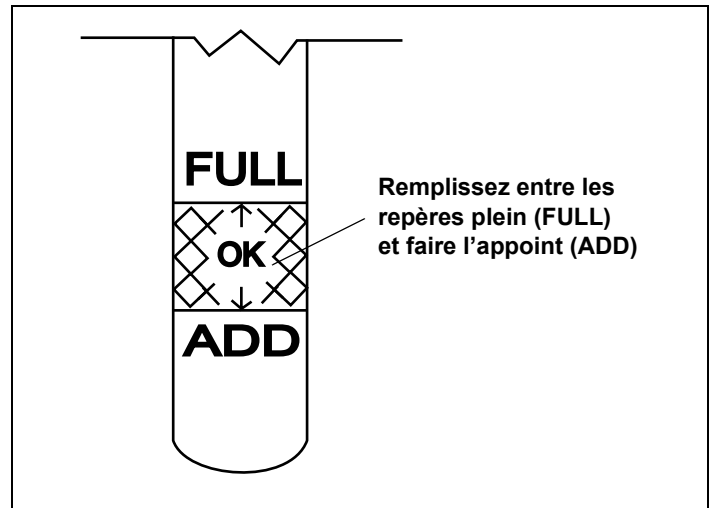

Figure 6. Niveau d'huile moteur
- Veillez à ce que le niveau d'huile reste entre les repères plein (FULL) et faire l'appoint (ADD) sur la jauge d'huile. Voir la Figure 6.
4. Dévissez le bouchon avec jauge d'huile du goulot de remplissage et sortez-le. Notez le niveau d'huile. Si le niveau indiqué sur la jauge d'huile est en-dessous du repère faire l'appoint (ADD), remplissez doucement jusqu'au repère plein (FULL). Voir la Figure 6.